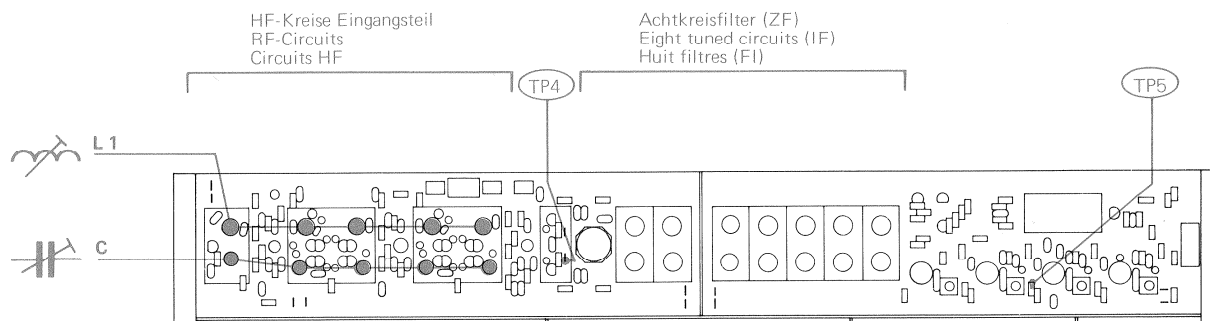

Fig. 4.6.—2
* 4.6.1. (Fig. 4.6.—1)
4.6.1. (fig. 4.6.—1)